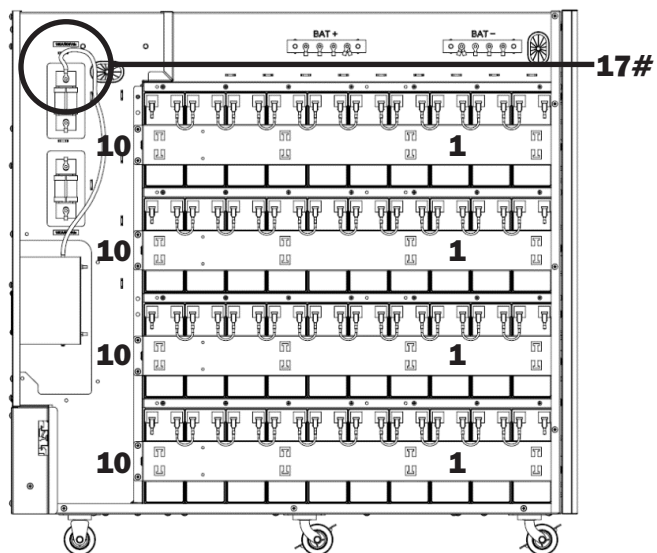

Figure 5-26
38. Connecter le fusible au disjoncteur de la BAT- (Figure 5-26).